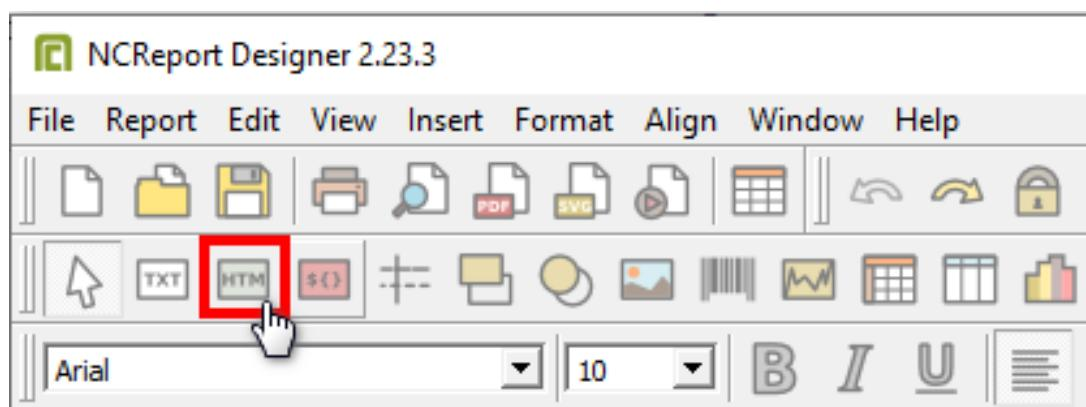

Рисунок 158 - Инструмент Text
1. Выберите инструмент Text (Рисунок 158).